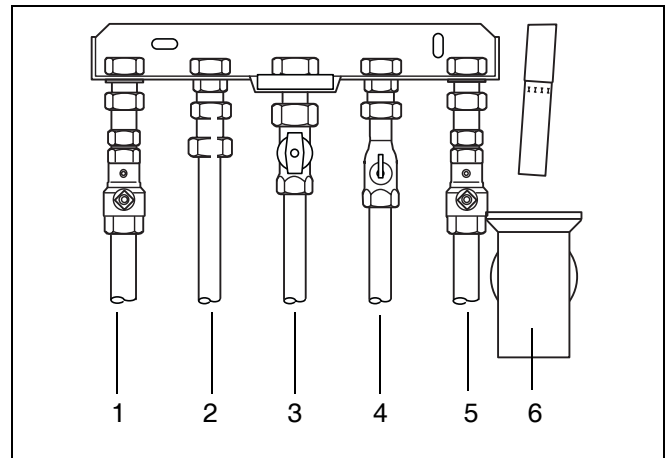
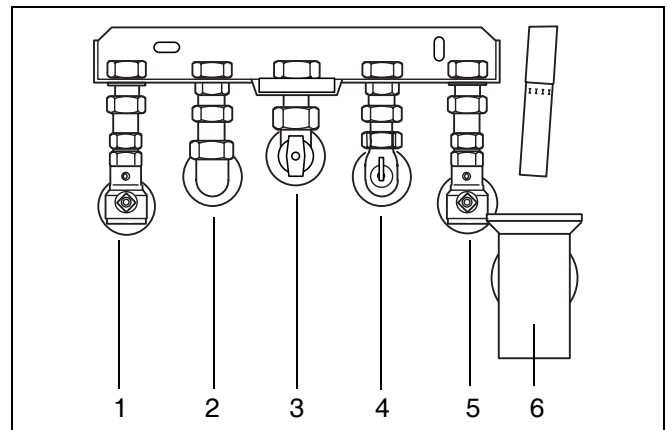

fig. 4 Raccordement des conduits – montage apparent
fig. 5 Raccordement des conduits – montage encastré
- Effectuer le raccordement du gaz selon la réglementation locale en vigueur resp. ; installer un robinet de gaz pouvant être vissé (accessoire) dans la conduite d'amenée du gaz. Raccorder la conduite sans contrainte mécanique (fig. 4 et fig. 5).
- Raccorder les conduites sans contrainte (fig. 4 et fig. 5).